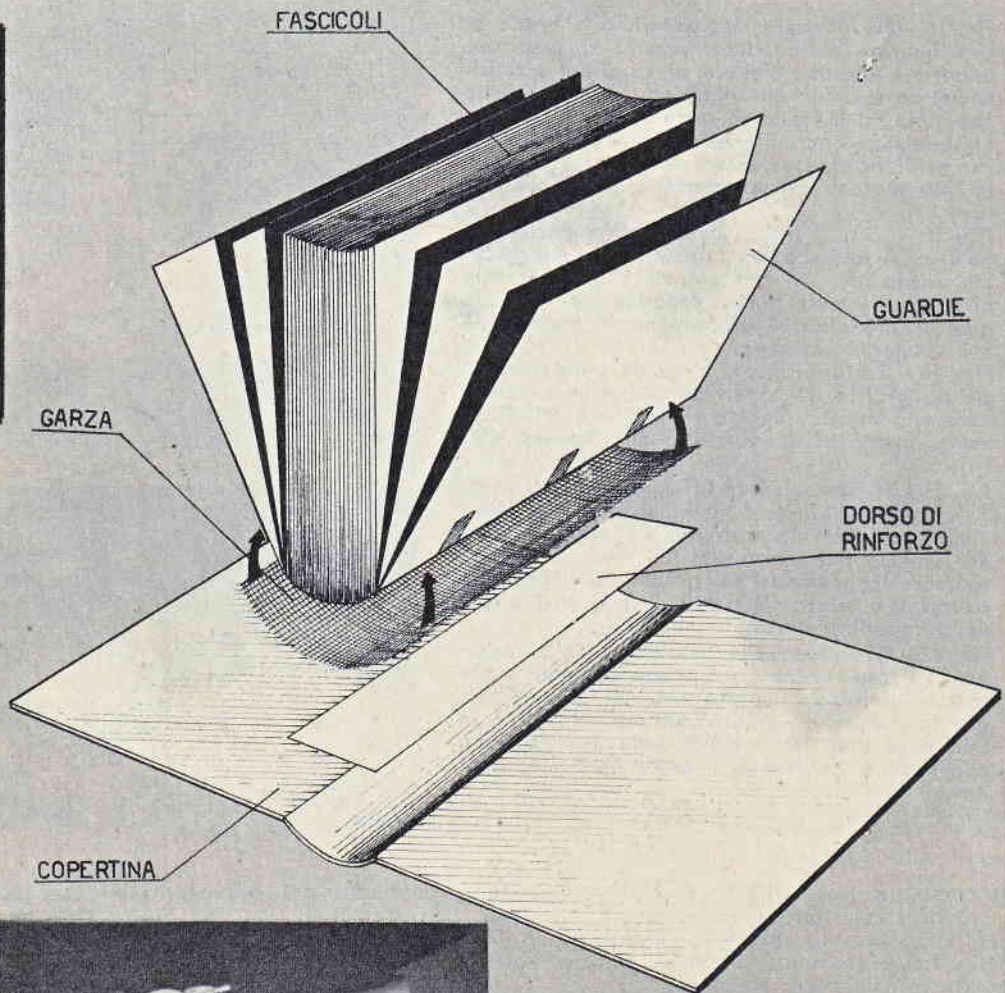

Fig. 16
**Fig. 16 - Dopo la curvatura, se si desidera che la rilegatura riesca più resistente dovremo incollare sul dorso un rettangolo di garza o di tessuto fitto largo il doppio del dorso stesso e quindi un cartoncino sottile delle stesse misure del dorso a cui seguirà la copertina.**
Dopo aver ottenuto una leggera curvatura, se si desidera che la rilegatura sia ancor più resistente, si incollerà sul dorso un rettangolo di garza o tessuto fitto lungo come il volume e largo circa il doppio del dorso stesso (vedi fig. 16).